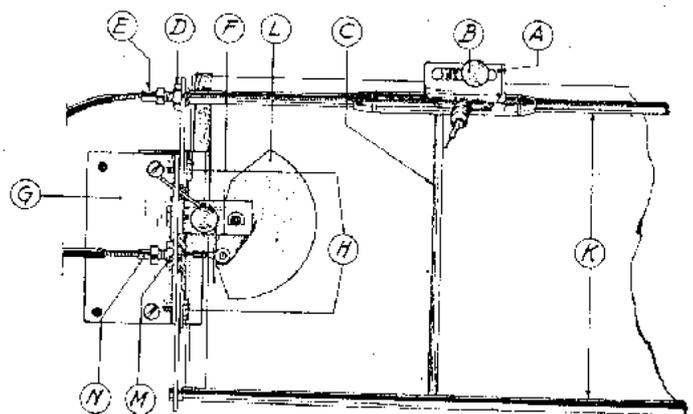

Abb. 5
4. Bügel A (Abb. 5) vom Zeiger losschrauben.
1. Bügel G (Abb. 5) vom Gehäuse abschrauben. Die Skala ist dann frei vom Gehäuse.
Zur Erzielung eines guten Lichtstriches auf der Skala muß sich der Zeiger möglichst nahe längs der Skala bewegen, ohne sie jedoch zu berühren. Der Abstand des Zeigers zur Skala ist deshalb einstellbar. Durch Lösen der Sechskantkopfschrauben H (Abb. 5) können die Stangen K so eingestellt werden, daß sich der Zeiger hart längs der Skala bewegt.